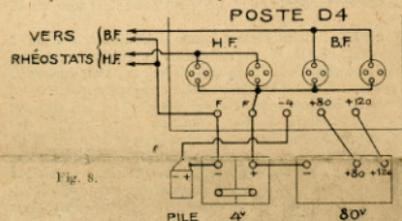

Fig. 8.
a. Le réglage séparé des chauffages haute et basse fréquences du poste. Ceci conduit à une petite intervention dans le montage. On commencera par utiliser les emplacements des deux rhéostats (primaire et secondaire) du panneau, pour y monter deux nouveaux rhéostats, du type 1 ou 2 lampes Radio-Micro. Puis on connectera les circuits filaments comme indiqué sur la figure 8.
(1) Rappelons que l'« accrochage » est le phénomène, dû à la réaction, par lequel une lampe devient émettrice d'ondes. On entend alors les ondes portuses sous forme de sifflements et la téléphonie est déformée.
La figure 8 indique alors ce branchement.
Le poste D4 aura tout intérêt à être équipé avec deux rhéostats comme l'indique la figure 8.